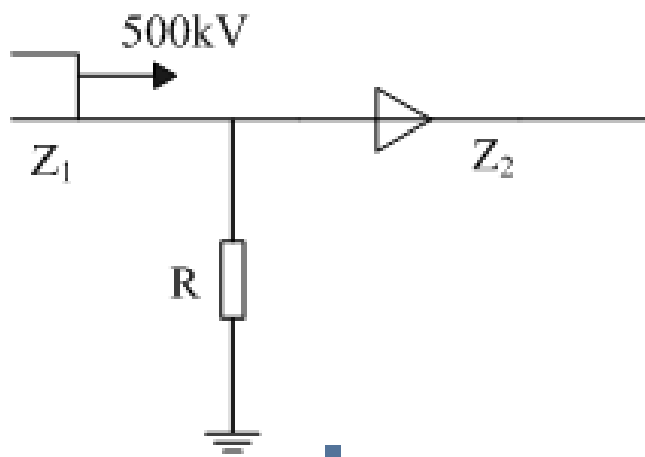

图 2: 第 4 题的图
4、某线路连接如图 2 所示, 架空线路波阻抗 $Z_1 = 500 \Omega$, 电缆线路波阻抗 $Z_2 = 50 \Omega$, 在电缆首端接有 $R = 100 \Omega$ 的电阻, 现有一幅值 $U = 500 \text{ kV}$ 的直角波从线路 1 传入, 求